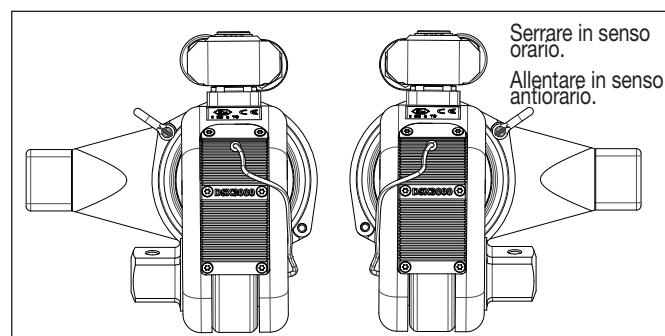

Figura 3: Istruzioni per allentare/serrare l'unità
- Per serrare i bulloni, installare l'adattatore quadro nella posizione illustrata nella Figura 3.